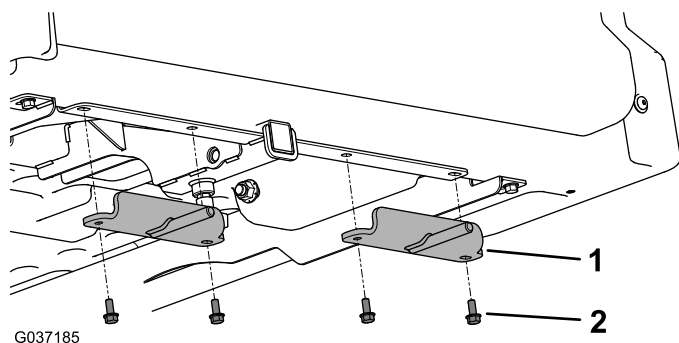

Figura 3
2. Instale las 2 barras de extensión en la parte inferior de la plataforma de carga usando los tornillos hexagonales con arandela prensada ($5/16'' \times 3/4''$) tal y como se muestra en Figura 3.